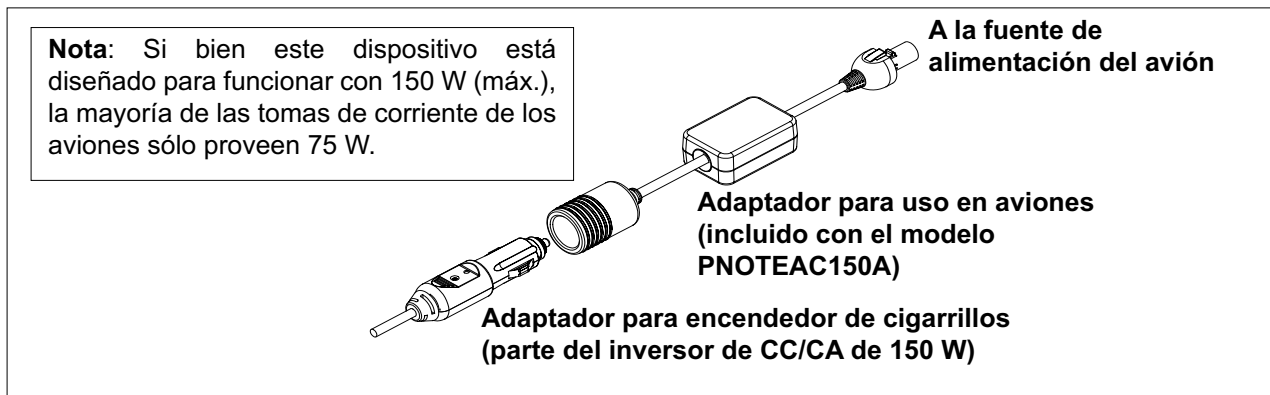

Figura 2. Instalación del adaptador para aviones (sólo para uso en aviones)
Uso en aviones: El inversor PNOTEAC150A incluye un adaptador para uso en aviones. Usted puede utilizarlo junto con el inversor para proveer energía de CA en aviones equipados con una toma de corriente para uso de los pasajeros. Si el avión está provisto de tomas de corriente, éstas se encuentran en el apoyabrazos del asiento, cerca del enchufe para auriculares o debajo del asiento. Enchufe el adaptador para aviones como se muestra en la Figura 2.
- En un avión, instale el adaptador para uso en aviones en el extremo del adaptador para encendedor, como se muestra en la Figura 2. Luego, inserte el adaptador para uso en aviones en la toma de corriente para uso de los pasajeros.